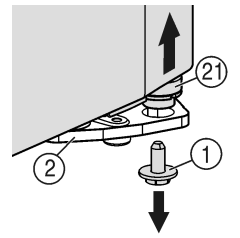
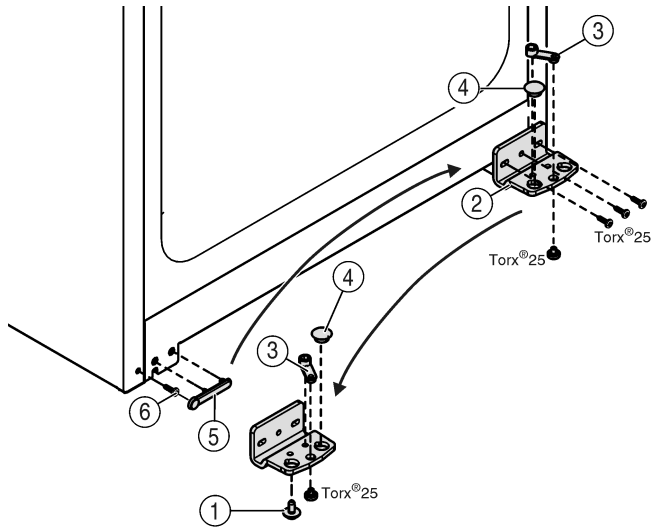

Fig. 5
Fig. 6
- ▶ Jobbra lent a csapágybakon lévő biztosítócsavart (Fig. 5 (1)) tekerje ki.
- ▶ A tartócsap (Fig. 5 (21)) kioldódik a csapágybakból (Fig. 6 (2)).
- ▶ Ha a tartócsap Fig. 5 (21) nem oldódik ki, a csapszeget alulról nyomja ki.
- ▶ Csavarozza le a csapágybakot Fig. 6 (2).
- ▶ Csavarozza le a csapágyrészét Fig. 6 (3), helyezze át a csapágybak túloldali felvevő furatába és csavarozza vissza.
- ▶ Vegye ki a csapágybakban lévő dugót Fig. 6 (4), és helyezze át a csapágybak szemközti oldalán lévő felvevőfuratba.
- ▶ Óvatosan emelje le a fogantyú felőli fedelet Fig. 6 (5).
- ▶ Tekerje ki a csavart Fig. 6 (6) és az ellenkező oldalon helyezze be.
- ▶ Helyezze vissza a fedelet Fig. 6 (5).
- ▶ Csavarozza vissza a csapágybakot Fig. 6 (2) a csuklópánt új oldalára **4 Nm-es nyomatékkal**, szükség esetén egy akkus csavarhúzóval.
- ▶ A biztosítócsavart Fig. 5 (1) lent csavarja be a tartócsapba és húzza meg (**4 Nm-es nyomatékkal**).